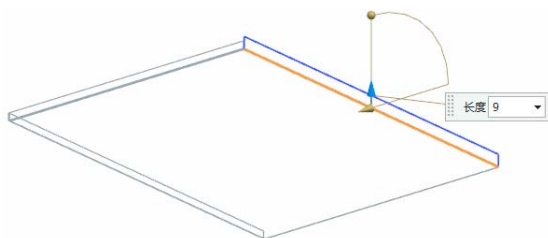

图 11-171 选择弯边
(7) 选择弯边，同时在视图区预览显示所创建的弯边，如图 11-171 所示。设置“宽度选项”为“完整”，“长度”为 9，“角度”为 90，“参考长度”为“外部”，“内嵌”为“材料内侧”，在“折弯止裂口”和“拐角止裂口”下拉列表框中选择“无”。